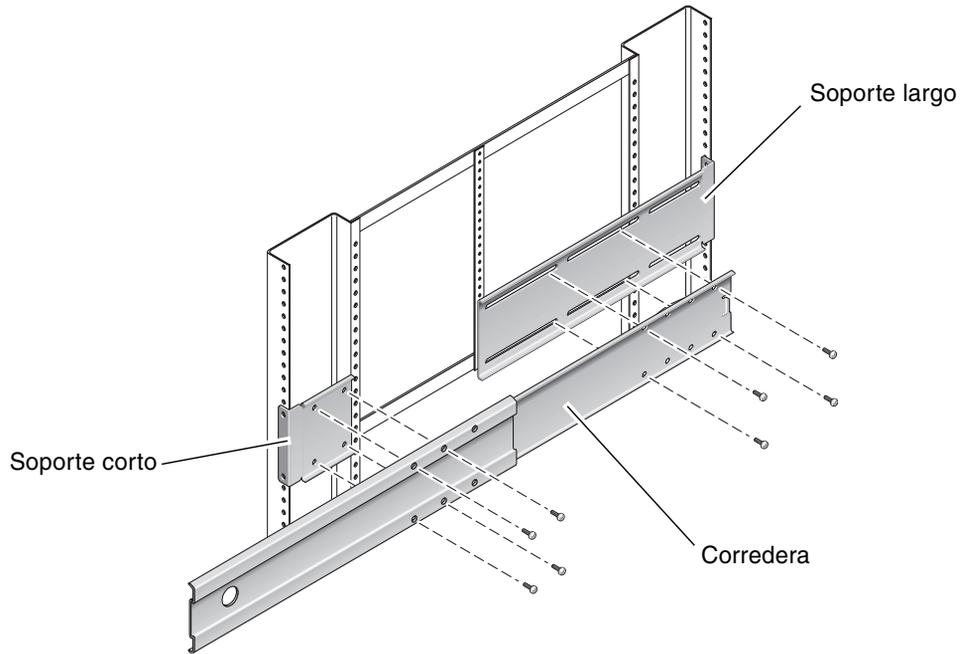

FIGURA 3-12 Fijación de la corredera a los soportes
10. Use los tornillos M5 de cabeza plana (cuatro para el soporte corto y otros cuatro para el largo) para fijar la corredera a los soportes largo y corto situados en la parte frontal y posterior del bastidor (FIGURA 3-12).